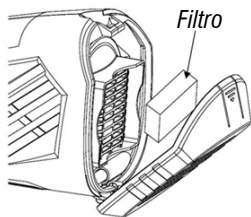

Fig. 10 – Sustitución del filtro
- El usuario debe verificar frecuentemente las condiciones del filtro que se encuentra en la parte trasera de la máquina. La buena condición del filtro influye directamente en el rendimiento del equipo. Para sustituirlo es simple, basta con retirar la protección y cambiar el filtro, como se muestra en la Fig. 10.